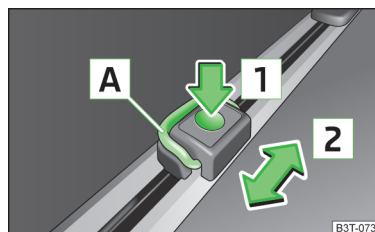

Abb. 118
- › Die Taste in Pfeilrichtung **1** » **Abb. 118** drücken und die Verzurröse in die gewünschte Position in Pfeilrichtung **2** verschieben.